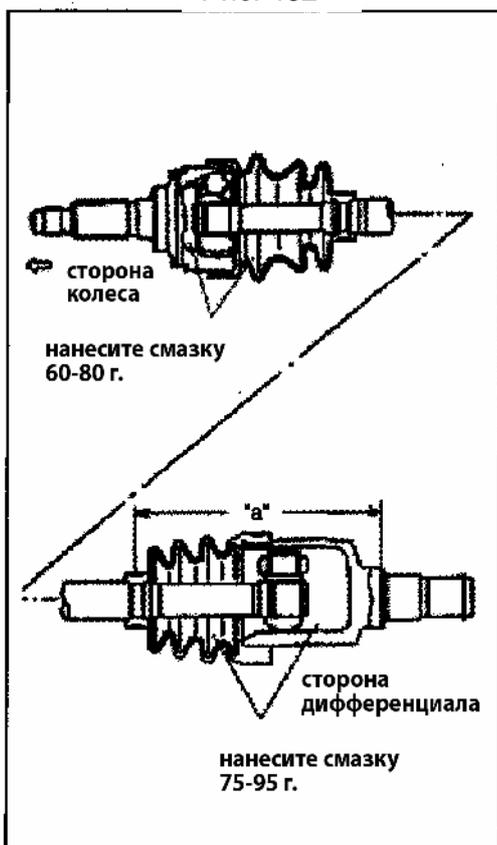

Рис. 483
10) При установке пыльника с хомутом, отрегулируйте размер "а" (Рис. 483).